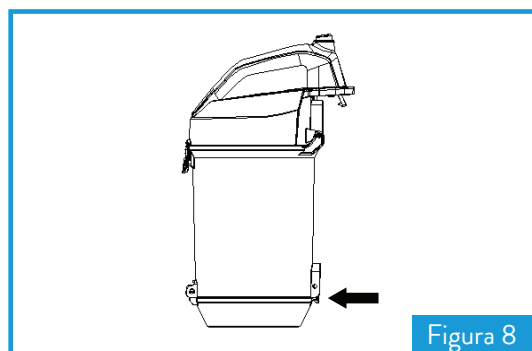

Figura 8
3. Coloque el recipiente para la basura en el tacho de basura y pulse el botón de liberación (figura 8) para abrir la parte inferior del recipiente para la basura. El polvo y la suciedad caerán en el tacho de basura por sí mismos.